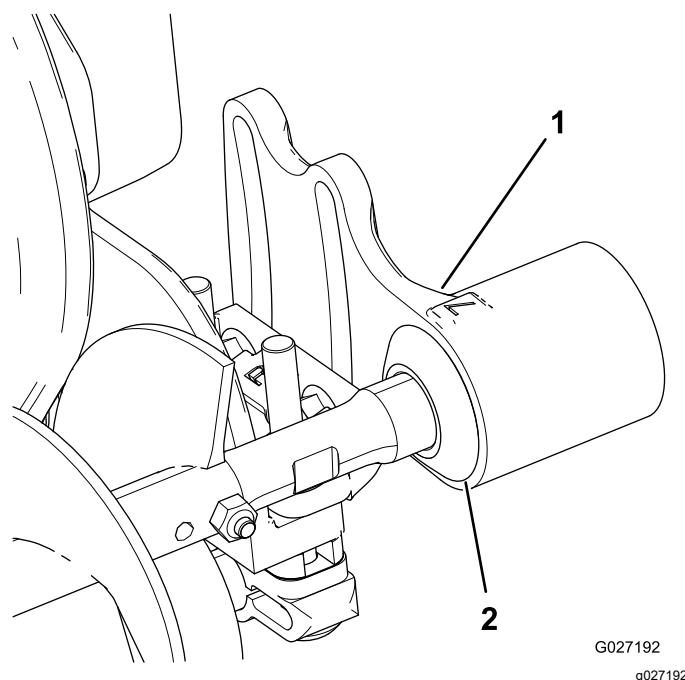

図 9
1. 各エクスクルーダシールを外側にずらし、シールのリップがそれぞれのベアリングハウジングに軽く接触するようにする 図 9。